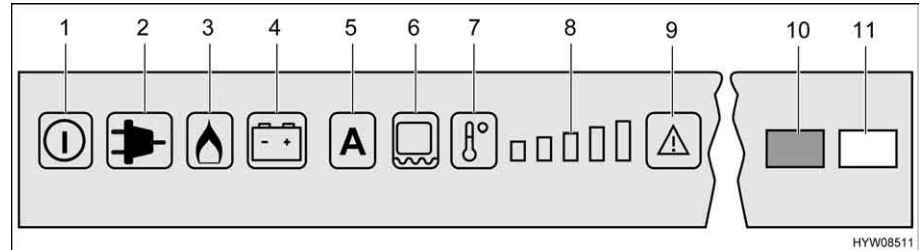

Bild 194 Reglage, knappar för kylskåpet (Dometic RMD)
När väljaren står på "AES", **ingen** 230 V-försörjning är ansluten och fordonsmotorn är **avstängd**, väljer AES gasdrift. När gasdriften väljs öppnas tändsäkeringen automatiskt så att gas kan strömma till brännaren. Samtidigt tillkopplas den elektroniska tändaren. Om gaslågan skulle slockna, t. ex. på grund av att det blåser, aktiveras tändaren direkt igen och tänder gasen. Vid en störning under gasdrift blinkar ljusknapparna "Gas" (Bild 194,3) respektive "Störning" (Bild 194,9). Kontrollampan "Störning" (Bild 194,10) tänds och ett akustiskt larm ljuder i 20 sekunder.
När kylskåpet sätts på väljs automatiskt en termostatinställning i mittläge. Denna inställning kan ändras manuellt med knappen temperaturnivåval (Bild 194,7). Kontrolllamporna (Bild 194,8) visar den valda termostatinställningen. Med hjälp av knappen temperaturnivåval ställs kyltemperaturen in för alla tre energikällorna. Det tar alltid några timmar innan man har en normal drifttemperatur i kylskåpet. Om en omkoppling sker till ett andra driftläge förändras termostatinställningen inte. Kyltemperaturen bibehålls oberoende av den valda energikällan.
- Koppla in ramvärmen under 2 timmar: Tryck på knappen (Bild 194,6) en gång. En stapel i temperaturnivåvisningen (Bild 194,8) tänds.
- Koppla in ramvärmen under 5 timmar: Tryck på knappen (Bild 194,6) två gånger. Två staplar i temperaturnivåvisningen (Bild 194,8) tänds.
- Ställa in ramvärmen på kontinuerlig drift: Tryck på knappen (Bild 194,6) tre gånger. Tre staplar i temperaturnivåvisningen (Bild 194,8) tänds.
Temperaturnivåvisningen (Bild 194,8) visar under några sekunder ramvärmens driftslängd.
Vid höga utetemperaturer och hög luftfuktighet kan det bildas vattendroppar på metallramen. Därför har kylskåpet ramvärme för frysacket. Slå på ramvärmen med knappen (Bild 194,6) vid höga temperaturer och hög luftfuktighet. Detta förhindrar korrosion. När ramvärmen är påslagen tänds ljuslampan (Bild 194,6).
- Tryck på på/av-knappen (Bild 194,1) i cirka 2 sekunder. Kylskåpet slår på sig, den senast inställda energisorten eller "AES" indikeras.
- Ställ in kyltemperaturen med knappen temperaturnivåval (Bild 194,7). Kontrolllamporna (Bild 194,8) visar den valda termostatinställningen.
- Tryck på på/av-knappen (Bild 194, 1) i cirka 2 sekunder. Kylskåpet slår från, inga indikatorer lyser längre.